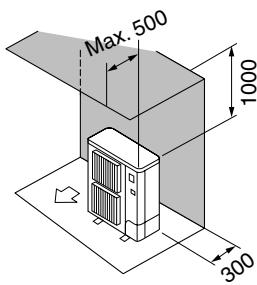

Fig. 2-3
② Alleen obstakels aan de achter- en bovenzijde (Fig. 2-3)